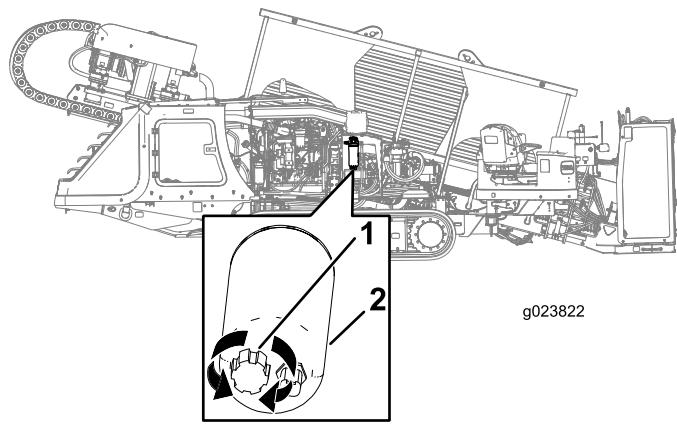

Figura 126
3. Coloque un recipiente de drenaje debajo del filtro de combustible primario (Figura 126).
4. Gire la válvula de drenaje, en la parte inferior del filtro de combustible primario, 2 o 3 vueltas en sentido antihorario, y drene el agua y los sedimentos del filtro de combustible (Figura 126).